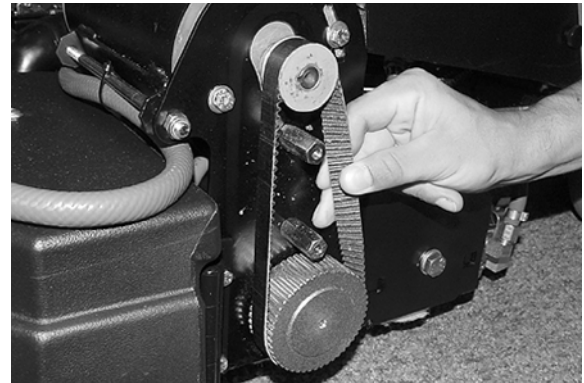

FIG. 41
- Vérifiez périodiquement la tension de la courroie sur les deux moteurs de brosse. Serrez la courroie si vous arrivez à la tordre au-delà de 90° au point central (Figure 41).